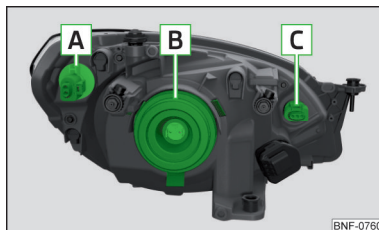
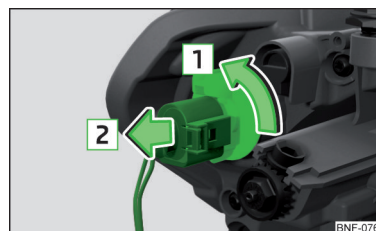

Fig. 141
Fig. 144
Placering af pærer » Fig. 141
- Drej fatningen med pæren **C** » Fig. 141 på side 121 helt i pilens retning **1** » Fig. 143.
- Drej fatningen med pæren **A** » Fig. 141 på side 121 helt i pilens retning **1** » Fig. 144.